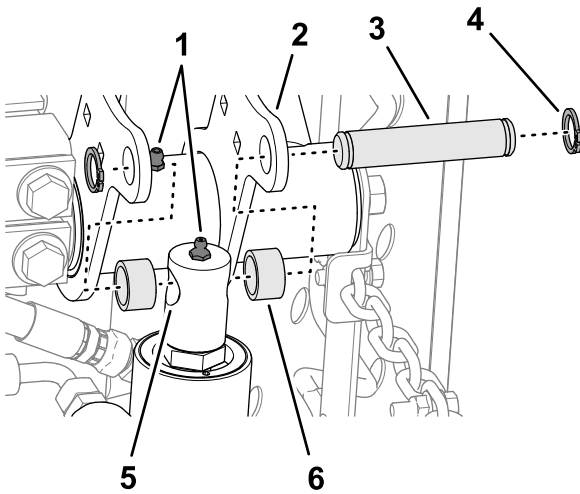

Figura 15
4. Mueva lentamente la varilla del cilindro de elevación hasta que quede alineada con los taladros en las bridas del brazo de elevación derecho (Figura 15).
5. Monte la varilla en las bridas con el pasador de montaje, 2 espaciadores y 2 anillas a presión (Figura 15).
1. Alinee los taladros de las placas del bastidor de tiro trasero con los taladros de las placas de montaje de la unidad de corte (Figura 15).